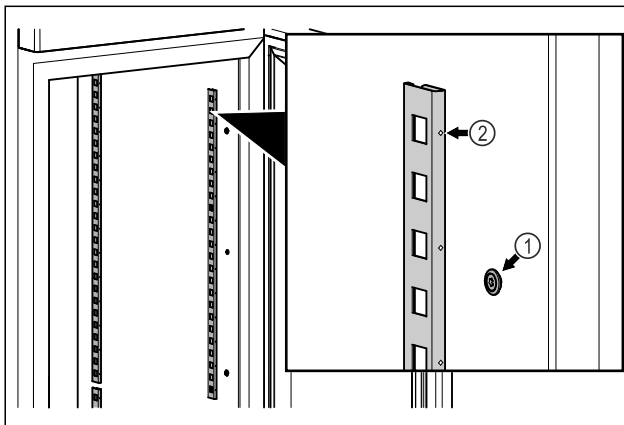

Fig. 83 Immagine a titolo di esempio
- Agganciare le barre di arresto in sospensione Fig. 83 (1). Il contrassegno Fig. 83 (2) deve essere rivolto in avanti.